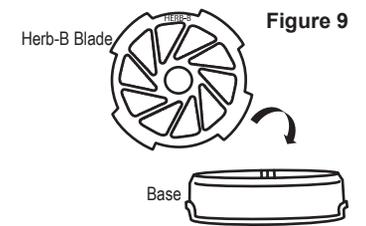

Figure 9
1. Place the Base (red) on a stable surface (Figure 9).
1. Placez la base (rouge) sur une surface stable (Figure 9).